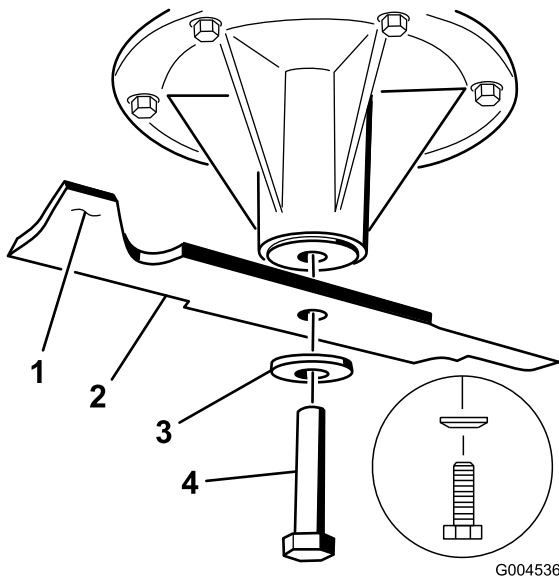

Figura 78
2. Retire a cavilha da lâmina, a anilha curva, e a lâmina do eixo (Figura 78).
3. Se lâmina não estiver equilibrada, lime algum metal da extremidade da aba apenas (Figura 78).